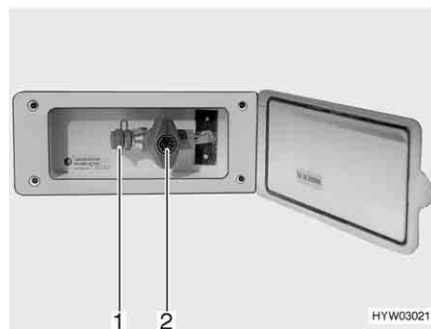

Bild 111 Externer Gasanschluss, Gasabsperrrventil geschlossen
Der externe Gasanschluss (Bild 111) befindet sich je nach Modell am Heck oder auf der linken bzw. rechten Fahrzeugseite.
- Externes Gasgerät an der Anschluss-Stelle (Bild 111,1) anschließen.
- Das Gasabsperrrventil (Bild 111,2) öffnen.